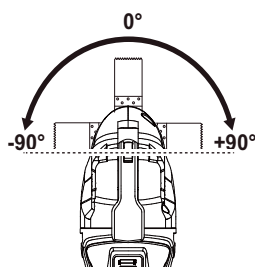
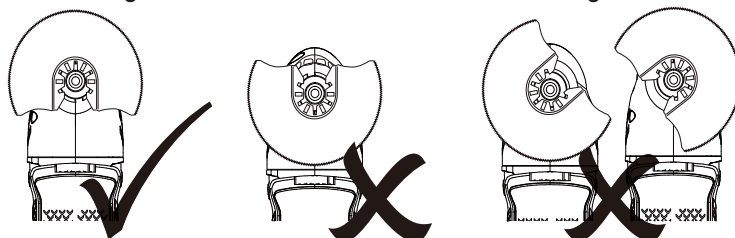

Fig. 7
Fig. 9
ADVERTENCIA: Ajuste únicamente el rascador (12) y la hoja de sierra de inmersión (8 o 10) a un ángulo dentro del rango de -90° a $+90^\circ$. Nunca ajuste el rascador y la hoja de sierra de inmersión apuntando hacia atrás (Fig. 7, 8). Nunca ajuste la hoja de sierra segmentada (9) a un ángulo distinto de 0° (Fig. 9).